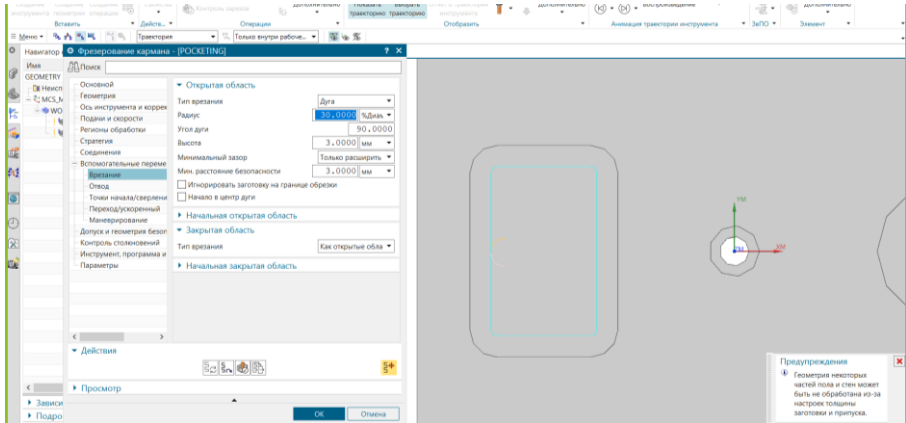

Рисунок 7 – Результат виконання дій у пункті
7. У групі параметрів Допоміжні переміщення необхідно задати підведення і відведення по дузі (рис. 7). Оскільки можли-
вість використовувати дугу є тільки у відкритій області, встановите для закритої області Як для відкритої і задайте параметри дуги – радіус 30%. Натисніть ОК і Генерувати операцію. Результат показаний на рис. 7.